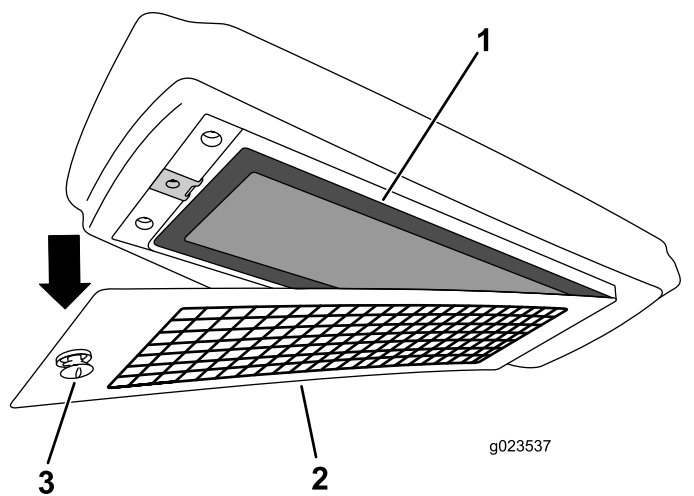

Bild 133
4. Nehmen Sie den Luftfilter aus dem Gehäuse und tauschen Sie den Filtereinsatz aus (Bild 133).